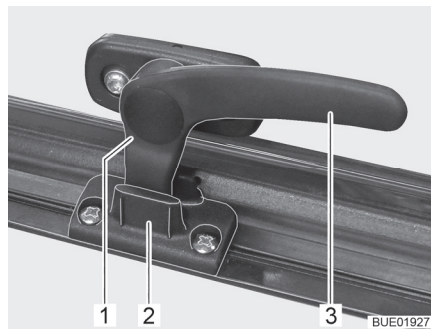

Bild 12 Verriegelungshebel in Stellung "Dauerbelüftung"
- in Stellung "Dauerbelüftung" (Bild 12)
- Den Verriegelungshebel (Bild 12,3) eine viertel Umdrehung zur Fenstermitte hin drehen.
- Den Verriegelungshebel eine viertel Umdrehung zum Fensterrahmen hin drehen. Die Verriegelungsnase (Bild 12,1) dabei in die Aussparung der Fensterverriegelung (Bild 12,2) einfahren.